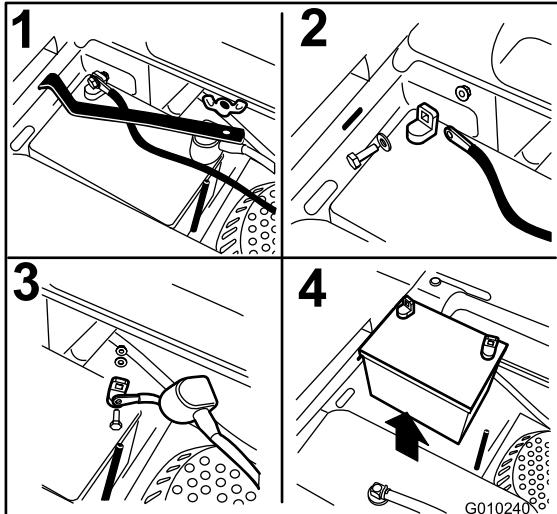

Figura 48
3. Retire la tuerca de orejeta que sujeta la abrazadera de la batería (Figura 48).
4. Primero desconecte el cable negativo (negro) del borne negativo (–) (negro) de la batería (Figura 48).
5. Retire la cubierta de goma roja del borne positivo (rojo) de la batería y retire el cable positivo (+) (rojo) (Figura 48).
6. Retire la abrazadera (Figura 48).
1. Coloque la batería en la bandeja, con los bornes frente al depósito de aceite hidráulico (Figura 48).
5. Fije los cables con 2 pernos, 2 arandelas, y 2 contratuerzas (Figura 48).
6. Instale la abrazadera y sujetela con la tuerca de orejeta (Figura 48).